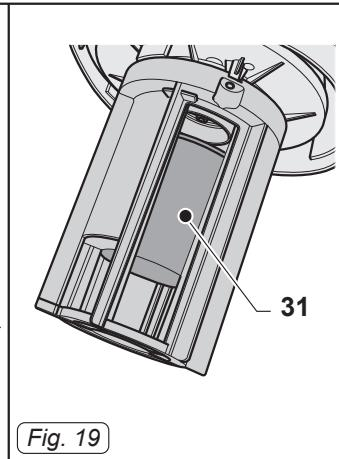

Fig. 19
- Verificare che il galleggiante (31 Fig. 19) sia integro e che scorra liberamente nella sua sede.